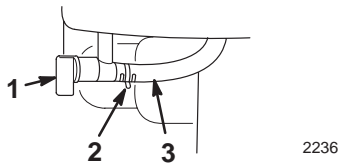

**Bild 14**
- **Zündschloss** (Bild 14): Stecken Sie den Zündschlüssel ein, bevor Sie den Motor anlassen. Ziehen Sie den Zündschlüssel ab, um den Motor abzustellen.
- **Choke** (Bild 14): Drehen Sie zum Anlassen eines kalten Motors den Choke im Uhrzeigersinn ganz auf **Ein**. Wenn sich der Motor erwärmt, drehen Sie den Choke langsam entgegen dem Uhrzeigersinn in die Stellung **Aus**.
- **Gasbedienungs- hebel** (Bild 14): Bewegen Sie den Gas- bedienungshebel nach oben, um die Motordrehzahl zu erhöhen, und nach unten, um die Drehzahl zu reduzieren. Stellen Sie den Gasbedienungshebel auf **Stopp**, um den Motor abzustellen.
- **Kaltstarthilfe** (Bild 14): Betätigen Sie die Kaltstarthilfe, um eine geringe Kraftstoffmenge in den Motor zu pumpen, damit er sich bei kaltem Wetter leichter anlassen lässt.
2. Ziehen Sie den Zündschlüssel ab (Bild 14).
3. Ziehen Sie das Choke-Handrad ab (Bild 14).
5. Drehen Sie den Choke (Bild 14) auf „**Ein**“.
6. Stecken Sie den Zündschlüssel ein (Bild 14).
7. Decken Sie das Loch in der Mitte der Kaltstarthilfe (Bild 14) mit dem Daumen ab und drücken Sie langsam drei Mal. Warten Sie zwischen jedem Drücken für einen Moment.
10. Drehen Sie den Choke nach dem Anspringen des Motors (Bild 14) sofort in die 3/4-Stellung. Wenn sich der Motor erwärmt, drehen Sie den Choke in die 1/2-Stellung. Wenn der Motor warm gelaufen ist, drehen Sie den Choke in die Stellung **Aus**.